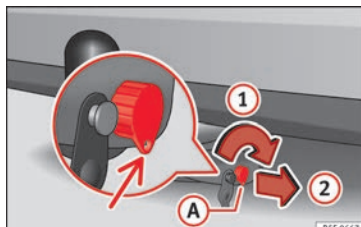

Fig. 230 Bloquear cerradura
- Gire la llave **A** en el sentido de la flecha **1** hasta que la parte agujereada de la llave llegue a su posición inferior » » fig. 230.